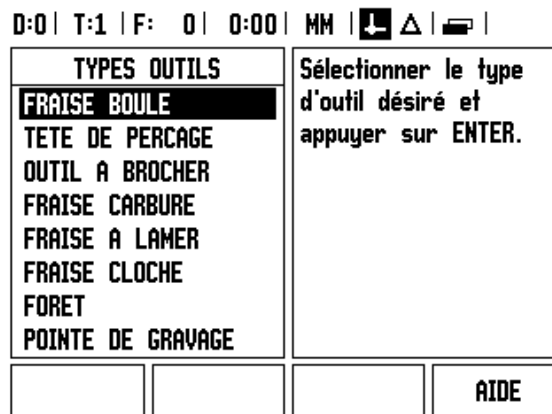

fig. I.27 Le champ TYPE d'outil
**Exemple: Introduire la longueur et le diamètre d'outil dans le tableau d'outils.** Cf. fig. I.26 & fig. I.27.